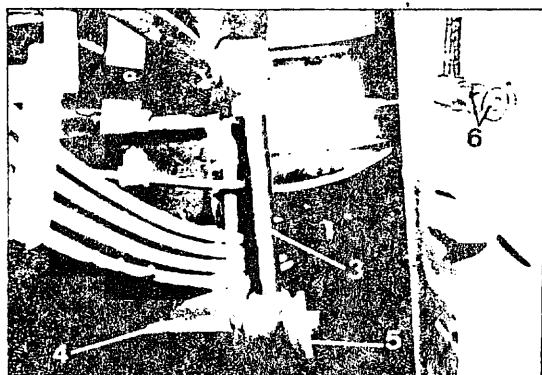

Fig. 05.2-2
En vehículos con barra estabilizadora trasera conecte, en ambos lados, el brazo de enlace (3) al soporte de la placa (Fig. 05.2-2) con sus silentbloc, arandela de tope y pasador de aletas.